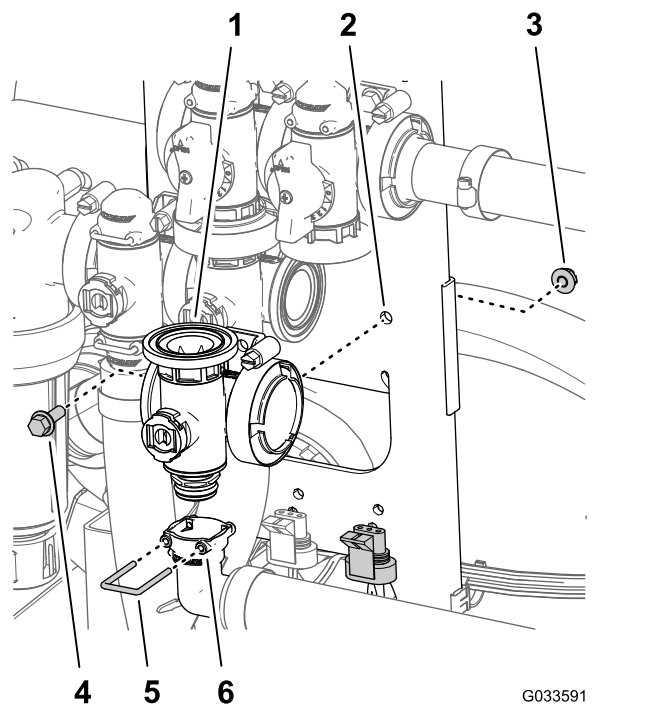

Figura 127
- Alinhe a entrada da união de saída de 90° na união na parte inferior do coletor da válvula da rampa principal (Figura 127).
- Prenda a união de saída da união inserindo um retentor na entrada da união de saída (Figura 127).